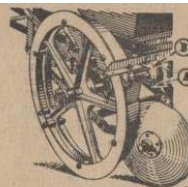

Figure 4
Les trous dans les ponts et barres de directions ajustables de l'avant-train (4), permettent de changer l'écartement des roues afin de les faire servir comme guides d'espacement des rangs. La position des roues peut être changée de façon à donner à volonté un espacement de 50, 55, 60, 65 ou 70 centimètres et même plus. L'une des roues de l'avant-train doit toujours suivre le sillon du rang précédent (voir figure 3). L'espacement des roues principales peut être réglé de 15 centimètres, en retournant les roues et les porte-cliquets sur l'essieu (voir figure 4), mais cet espacement est employé de préférence pour les rangs au-dessus de 60 centimètres et suivant la largeur de la butée des plants faite par les disques.
Les décrotoirs peuvent être réglés sur les roues motrices à l'aide des encoches « A » (figure 4).
Pour mettre les décrotoirs au repos, placez leurs ressorts dans les encoches « B » (Figure 4).